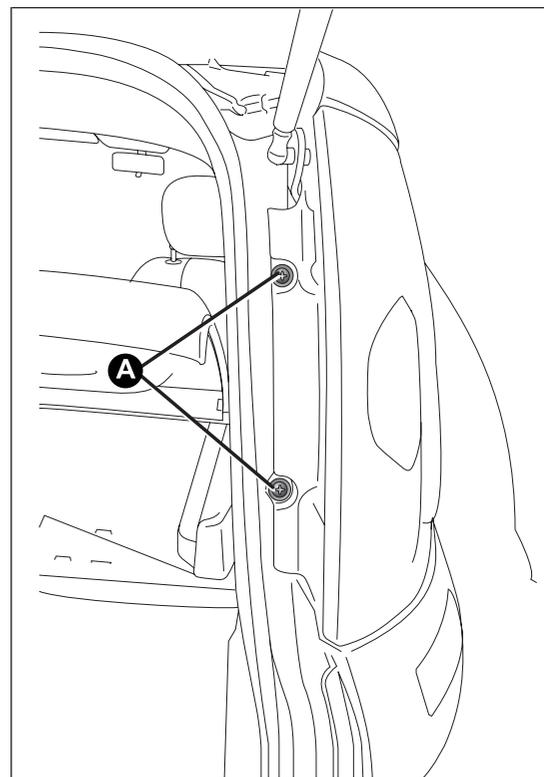

fig. 128
- dévisser les deux vis A fig. 128 de leur siège, tirer délicatement vers soi la totalité du phare jusqu'au dégagement total des deux agrafes de maintien (fixées au coulissement D fig. 128) et décrocher le connecteur ;